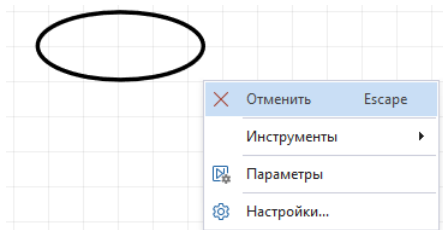

Рис. 321 Отмена размещения фигуры
5. Для отмены размещения эллипса нажмите Escape или выберите «Отменить» в контекстном меню, Рис. 321.